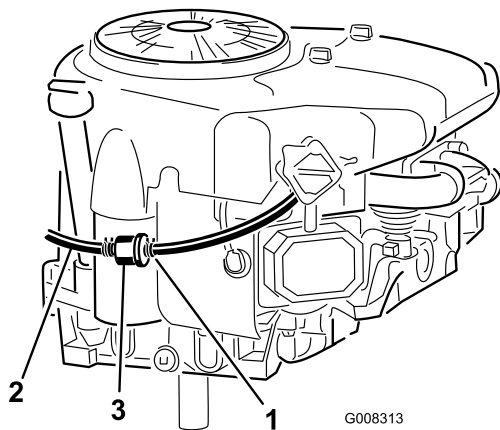

Bild 28
7. Drücken Sie die Enden der Schlauchklemme zusammen und schieben Sie sie an der Kraftstoffleitung nach oben zum Kraftstofftank (Bild 28).
8. Ziehen Sie die Kraftstoffleitung vom Kraftstofffilter (Bild 28) und lassen Sie den Kraftstoff in einen Benzinanister oder ein Auffanggefäß ablaufen.
10. Schieben Sie die Schlauchklemme ganz an den Kraftstofffilter heran, um die Kraftstoffleitung und den Kraftstofffilter zu befestigen (Bild 28).
Tauschen Sie den Kraftstofffilter am besten aus, wenn der Tank leer ist (Bild 28). Bauen Sie nie einen verschmutzten Filter wieder ein, wenn Sie diesen aus der Kraftstoffleitung entfernt haben.